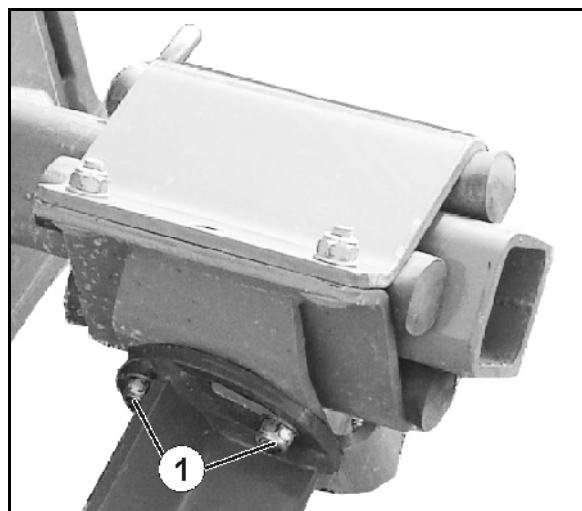

Fig. 61
2. Soltar las 3 uniones atornilladas (Fig. 61/1).